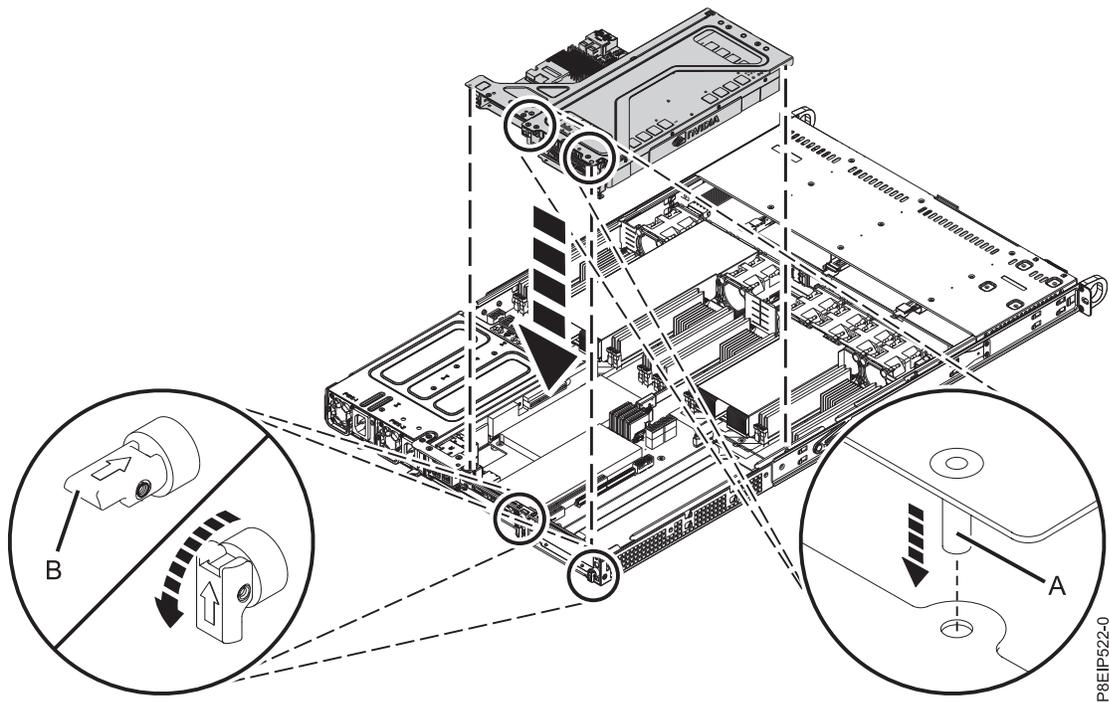

Abbildung 17. PCIe-Riserkarte wiedereinbauen
6. Setzen Sie die Riserkarte für PCIe-Adapter und die darin enthaltenen Karten in die Systemrückwandplatine ein (siehe Abb. 17 auf Seite 19).
- a. Stellen Sie sicher, dass die Lösestifte an der PCIe-Halterung (B) so weit herausgezogen sind, dass die Pfeile zum System zeigen.
- b. Verwenden Sie die Ausrichtungsstifte (A) und die Aussparungen als Unterstützung bei dem Einfügen der Riserkarte und dem Wiedereinbauen der Abdeckung